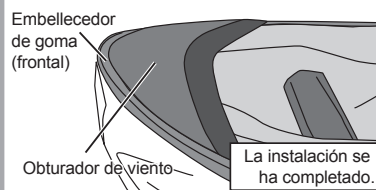

Fig. 4
4.Meta el forro intermedio hasta que el borde de la goma del marco quede casi plano con el obturador de viento para completar la colocación (Fig.4).